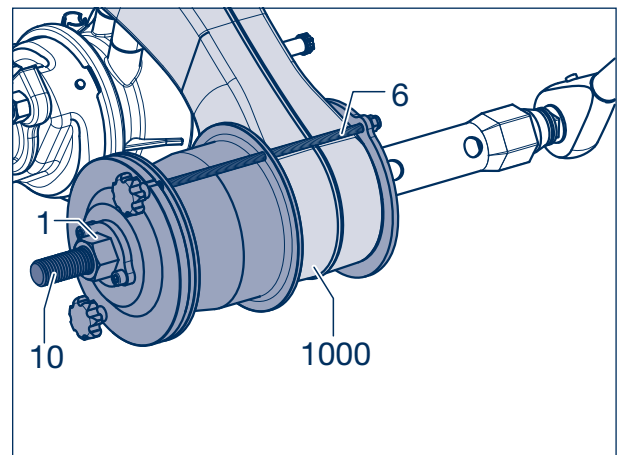

Рисунок 5
- [19] Ослабить шпильки (6) так, чтобы можно было сдвинуть приспособление спереди через головку направляющего рычага (1000). Втягивающая воронка (5) прилегает к кольцу (7).
- [20] Монтировать втягивающее приспособление так, чтобы центрирующий элемент тягового диска (4) располагался в глазке направляющего рычага.
- [22] Обильно нанести на тягу (10) и гайку (1, под ключ на 36, см. рис. 5) консистентную монтажную смазку, способную выдерживать нагрузки (например, STABURAGS NBU30 PTM).
- [23] Надеть шайбы (9) и тяговый держатель (8) на тягу.
- [24] Вложить резино-стальную втулку (1005) стрелкой вверх во втягивающую воронку (5).